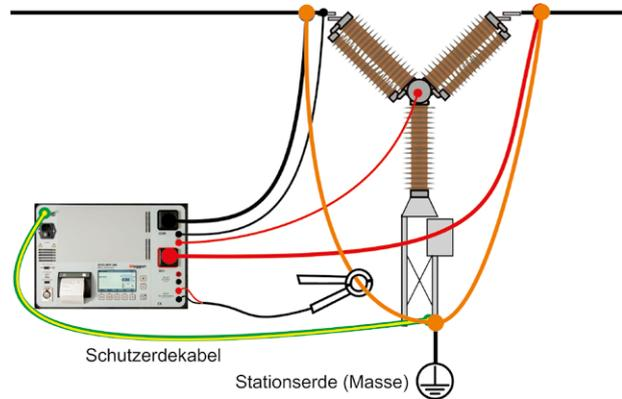

Abb. 6.1 Beachten Sie, dass beim MJÖLNER 600 die Stromausgänge vertauschte Plätze haben.
Die Fühlerleitungen müssen innerhalb der Stromkabel angeschlossen werden. Andernfalls können die Prüfwerte falsch sein. Siehe Abb. 6.1.
- 6] Legen Sie die externe Stromzange an eines der Erdungskabel an und schließen Sie die Zangenausgänge an "INPUT DC current clamp" am MJÖLNER an. Siehe Abb. 6.1.